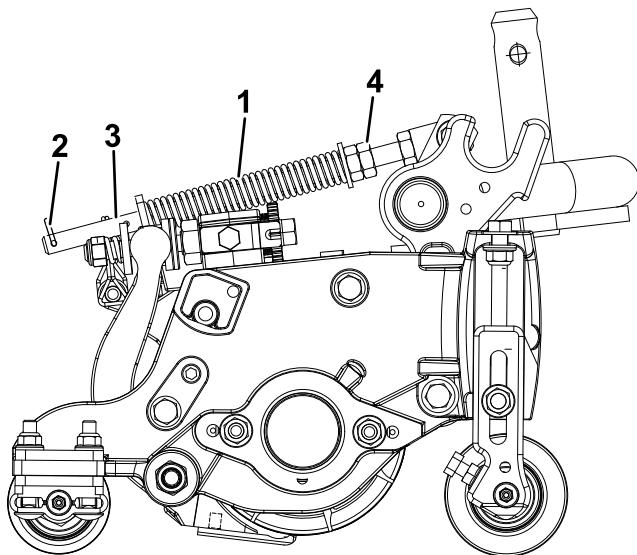

図 14
- ヘアピンコッターがスプリングロッドの後の穴に差し込まれていることを必ず確認してください図 14。
- スプリングロッド前部の6角ナットを締めて、スプリング圧縮状態の長さが12.7 cm になるようにする図 14。